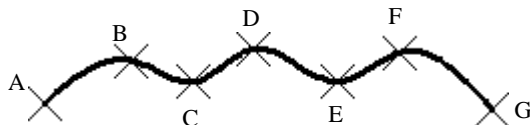

图 17.3.2 绘制样条曲线
Step2. 绘制样条曲线。选择下拉菜单 **绘图(D)** → **样条曲线(S)** → **拟合点(F)** 命令；依次选取图 17.3.2 所示的 A、B、C、D、E、F 和 G 七个位置点，按 Enter 键结束样条曲线的绘制，完成后的图形如图 17.3.2 所示。
Step3. 绘制圆弧 1。选择下拉菜单 **绘图(D)** → **圆弧(A)** → **起点、端点、半径(R)** 命令，分别选取图 17.3.2 所示的圆弧起点 G 和端点 A，输入圆弧的半径值为 75 并按 Enter 键，完成圆弧的绘制，如图 17.3.3 所示。
Step4. 绘制圆弧 2。选择下拉菜单 **绘图(D)** → **圆弧(A)** → **起点、端点、半径(R)** 命令，选取图 17.3.4 所示的圆弧起点 A 和图 17.3.2 所示的端点 B，输入圆弧的半径值为 75 并按 Enter 键，完成圆弧的绘制，如图 17.3.4 所示。